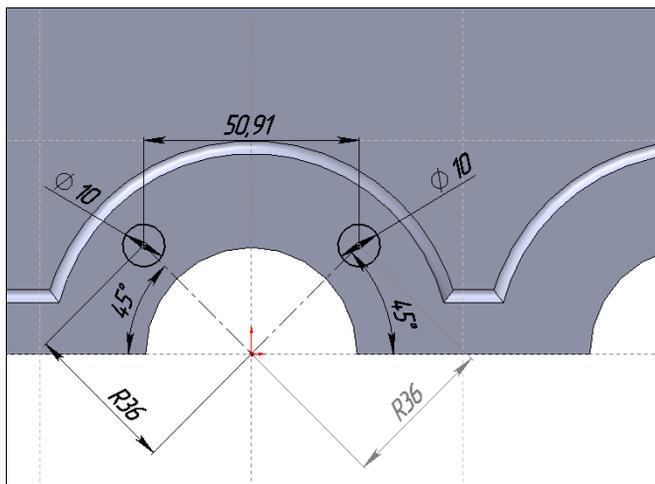

Рис. 2.133
3. В существующем корпусе не хватает отверстий для крепления крышек. Сконструируем эти отверстия: укажем плоскую грань корпуса, где должны быть построены отверстия, и нарисуем эскиз отверстий (рис. 2.133).